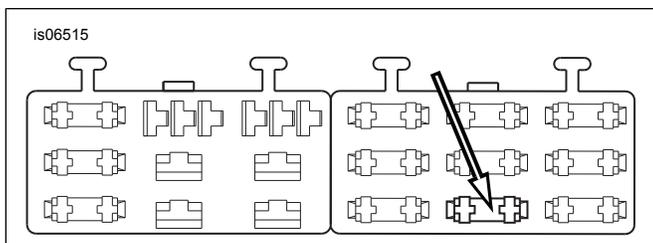

Figura 25. Cavidade do bloco de fusíveis "OPEN" (aberta) (modelos Dyna ano 2004 e posteriores)
3. Veja Figura 25. Remova o parafuso terra (1), localizado:
4. Veja Figura 25. Localize a cavidade de fusível indicada como "OPEN" (aberta) na tampa do bloco de fusíveis do bloco de fusíveis do lado direito. Insira o terminal no fio adaptador laranja/branco até parar. Consulte um terminal próximo instalado na fábrica para comparar e para verificar a orientação e a profundidade corretas.